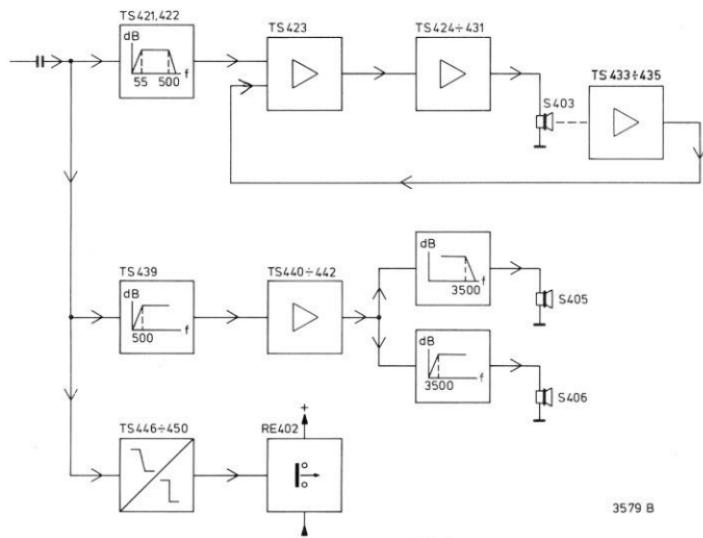

Fig. 1
Om de werking van het systeem duidelijk te maken, is het nuttig dit eerst in grote lijnen te verklaren (fig. 1), waarna de verschillende delen afzonderlijk kunnen worden behandeld. In de kast zijn twee eindversterkers aangebracht; één voor de lage tonen, luidspreker en één voor de midden- en hoog luidspreker. De voorversterker voor de midden- en hoog weergave is afgestemd met een impedantie van 4Ω ; het sindsvermogen bedraagt 40 W (400 Hz). In feite wordt voor de midden- en hoog weergave eenzelfde versterker gebruikt. Daarom kan de schakeling voor de midden- en hoogweergave een vereenvoudiging van ± 0 te geven, is het simus vermogen beperkt tot 20 W (1 kHz). Achter laatsgenoemde versterker is een hoog- en laagdoorlaatfilter aangebracht met een kantelpunt van ca. 3500 Hz. Alle frequenties boven de 3500 Hz worden aan de hogentonenhuidspreker toegevoerd, terwijl de frequenties van 500 tot 3500 Hz aan de middeltonenluidspreker worden toegevoerd. Om de frequenties beneden de 500 Hz af te kappen, is vóór deze versterker een hoogdoorlaatfilter met een kantelpunt van 500 Hz aangebracht. Het ingangssignaal van de box wordt aan dit hoogdoorlaatfilter toegevoerd, maar tevens wordt een laagdoorlaatfilter van dit ingangssignaal voorzien. Ook dit laatste filter heeft een kantelpunt van 500 Hz; hier echter worden alle frequenties boven de 500 Hz afgekapt. Omdat een weergeefsystem dat beneden de ca. 35 Hz nog weergeeft problemen kan opleveren (rumble van de platenspeler e.d.), is achter het laagdoorlaatfilter een hoogdoorlaatfilter aangebracht. Deze kapt alle frequenties onder de 35 Hz af. Hierdoor gaat het signaal van een optelschakeling en de eindversterker naar de luidspreker. Het doel van de optelschakeling komt nog ter sprake. De lage-tonenluidspreker bestaat uit een normale "8" woofer, waarin echter een versnellingsopnemer is ingebouwd. En juist deze "opnemer" vormt het belangrijkste facet van het gehele systeem. Omdat het niveau dat het oor waarnemt evenredig is met de versneling van de conus, moet deze versnelling gemeten worden. Dit doet de "opnemer". Achter de versnellingsopnemer is een versterkertrapeze aangebracht, waarmee nog enige frequentiecorrecties worden gerealiseerd. Het signaal wordt daarna teruggevoerd naar de zojuist genoemde optelschakeling. Vóór nu de schakelingen verder worden behandeld, is het nuttig te weten hoe de versnellingsopnemer functioneert (fig. 2). Direct boven de bevestiging van de spreekspool, is een printplaat (1) bevestigd. In deze print is een gat aangebracht, waarin m.b.v. twee rubber blokken een keramisch elementje (2) is geklemd. Het element kan daardoor "zwiepen" en reageren op conversatiegeluiden. Bij elke versnelling zal het een spanning opgeleverd hebben, die deze overstemming. Op het keramisch element, is een beide punten directe draden aangebracht (3), waarmee de draden zijn bevestigd. Omdat dit element een nauwkeurig bepaalde massa moet hebben, is het gebruik van de druppels solder precies afgestopt; Zoals in de schakeling (deel S403) is te zien, zijn op het printje nog een FET en twee weerstanden aangebracht. Met de 10 MΩ weerstand wordt het element, dat een soort capacitive generator is, hooghmig afgestemd. Hierdoor zal de frequentiekarakteristiek vlak verlopen.
Afin de clarifier le fonctionnement de ce nouveau système, voici tout d'abord quelques éclaircissements d'ordre général (voir fig. 1) et ensuite les explications plus détaillées de certaines parties.
Bevor wir die Wirkungsweise des neuen Systems erläutern, wollen wir eine allgemeine Übersicht hierüber geben (Abb. 1). Danach folgt eine ausführliche Beschreibung der verschiedenen Teile.